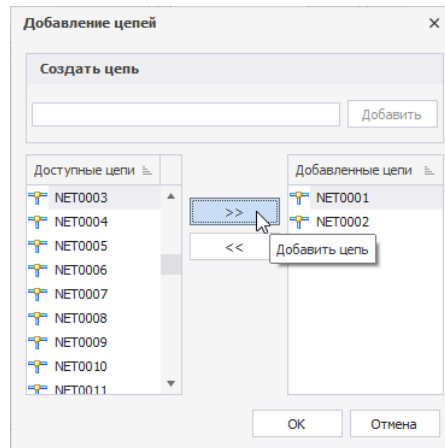

Рис. 164 Выбор цепей для шины из списка размещенных цепей
4. Выбрать из списка доступных цепей, размещенных на схеме, те цепи, которые необходимо «добавить» в шину. Список размещенных на схеме цепей отображается в левом столбце. Для выбора цепи необходимо нажать «Добавить цепь», кнопка >>, см. Рис. 164.